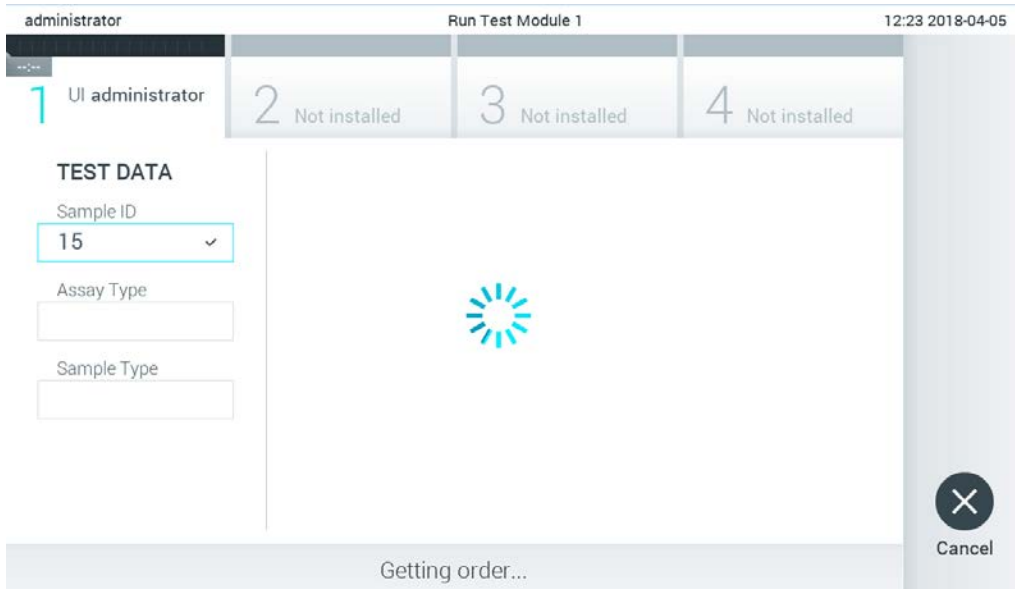

Figura 82. Apresentação durante a obtenção de um pedido de teste.
3. A Sample ID (ID da amostra) é enviada para o anfitrião e, enquanto o QIAstat-Dx Analyzer 1.0 aguarda por um pedido de teste, é apresentada a mensagem "Getting order..." (A obter pedido...) (Figura 82).